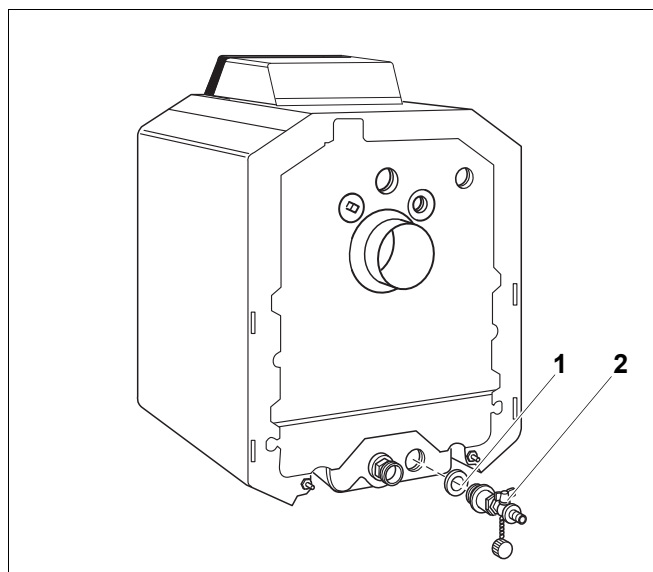

Рис. 2 Комплект KES для подключения сливной линии на котле G125
- Проверьте правильность установки уплотнительного кольца Ø 35 x 3 (Рис. 2, [1]) на комплекте подключения сливной линии котла (Рис. 2, [2]).
- Вверните комплект подключения сливной линии (Рис. 2, [2]) в отверстие предохранительной обратной линии котла.